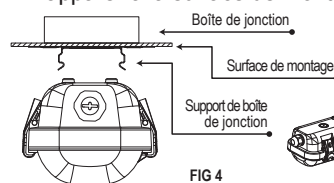

FIG 4
- Insérez le bâti dans le support de la boîte de jonction pour fixer l'appareil à la surface de montage comme illustré sur la Figure 4.